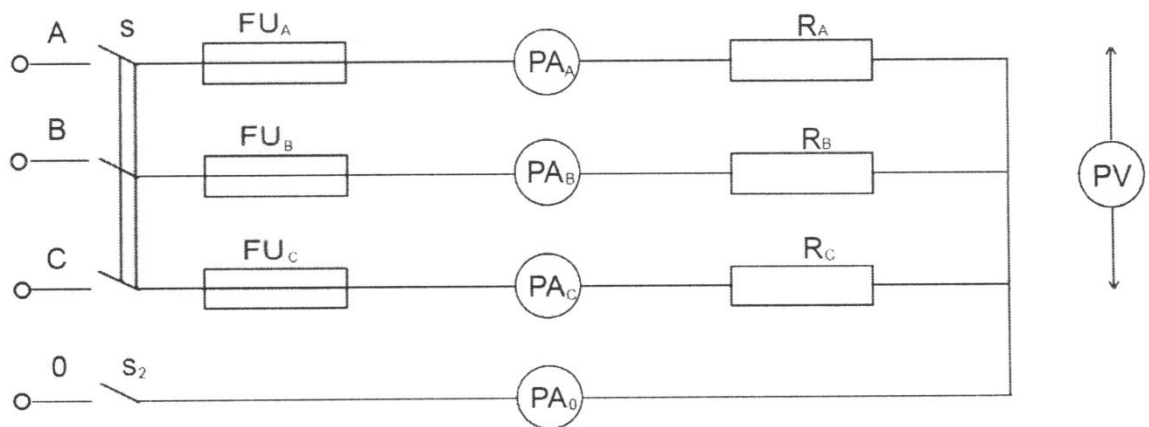

Рис. 1. Схема трехфазной цепи переменного тока.
1. Фазы трехфазного потребителя могут соединяться звездой или треугольником. В лабораторной работе исследуется активная нагрузка, соединенная в звезду ( рис.1). Потребитель считается симметричным, если комплексы сопротивления его фаз равны.
2. Собрать электрическую цепь согласно предложенной схеме (рис.1).